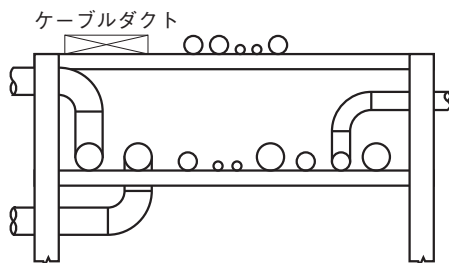

図 1-5 ラック上の配管（側面図）
- ① 同じ梁上では、梁の強度上、径の大きな重い配管はラックの柱近くに、径の小さい軽い配管は梁の中央付近に置く
- ② 配管用ラックが2段以上になる場合は、配管が漏えいし、下の配管に掛かっても危険のない流体の配管を上段に置く。したがって、ユーティリティ配管を上段に、プロセス配管を下段に置くのが一般的です。ケーブルは最上段のラックに置く(図1-5参照)
- ③ ラックの右側の機器へ接続される配管はラックの右側に、左側の機器へ接続される配管はラックの左側に置く方がシンプルな配管となります（図 1-5 参照）